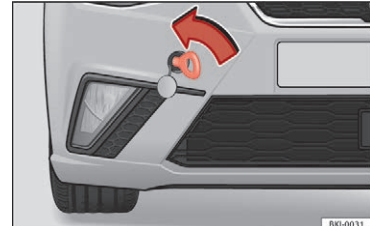

Fig. 91 Højre side af den forreste stødfanger: slæbøje, der er skruet i
– Skru slæbøjet helt i mod *venstre* i pilens retning »» Fig. 91.